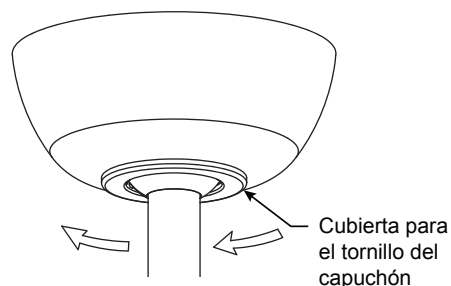

Figura 2
2. Coloque y ajuste firmemente la cubierta para el tornillo de la base sobre los tornillos de reborde de la abrazadera para colgar mediante el mecanismo de seguro por giro del chavetero. (Figura 2)
- ☐ **2.** Restaure la fuente de alimentación de la toma de corriente enciendo la electricidad del fusible principal. (Figura 2)